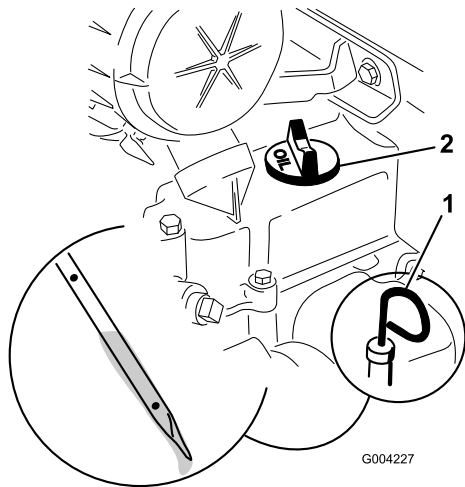

Figura 17
4. Pulire attorno all'asta di livello (Figura 17).
5. Estrarre l'asta di livello dell'olio e pulire l'estremità metallica (Figura 17).
6. Infilare fino in fondo l'asta di livello nel relativo tubo (Figura 17).
8. Se il livello dell'olio è troppo basso (inferiore al foro inferiore), pulire l'area circostante il tappo di riempimento dell'olio e rimuovere il tappo (Figura 17).